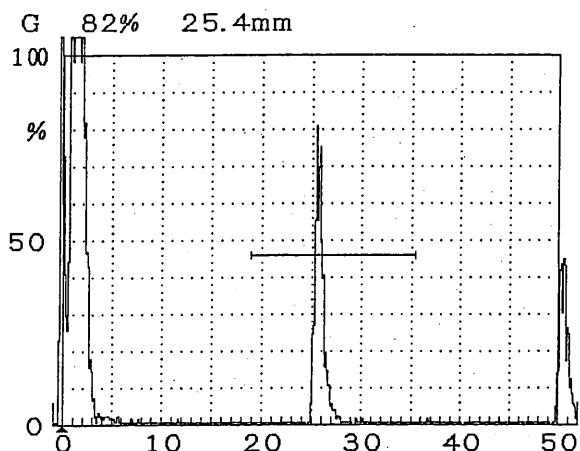

図 6.2.22 印刷様式の例 (探傷報告様式 2)
- (3) 探傷報告様式（2）： 探傷報告様式（1）と同様の探傷図形又は周波数分析結果と、日付、UI-23 の製造番号、探触子、試験者、試験体を図 6.2.22 に示したように A4 サイズの紙に印刷します。